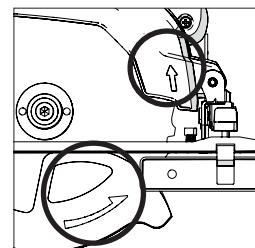

Abb. 6
- Stellen Sie sicher, dass die auf dem Sägeblatt aufgedrückte Drehrichtung der Richtung der Pfeile auf dem oberen und unteren Sägeblattschutz entspricht. (**Abb. 6**)